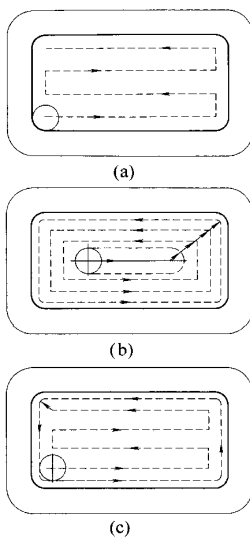

图2 槽的切削加工路线
如图2所示的模具型腔的铣削加工,刀具的切削加工路线可能有三种情况:①图2a为行切法,其加工路线最短,但轮廓的表面质量差。②图2b为环切法,其加工路线最长,轮廓的表面质量好。③图2c为行切一环切法,即先用行切法加工,最后用环切法光整轮廓面,其加工路线介于前两者之间,且轮廓的表面质量好。因此在加工型腔且对型腔的轮廓表面质量有较高要求时,应选用行切一环切法作为编程、加工的路线。而在加工平面时,则应选用行切法。